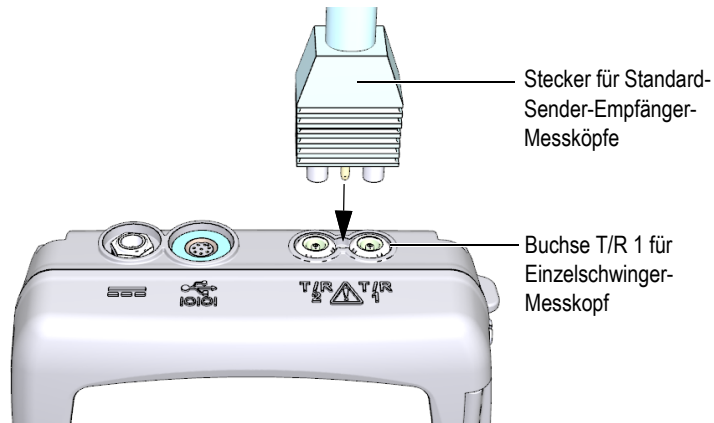

Abbildung 5-1 Verbindung mit dem Messkopf
1. Stecken Sie den Messkopfstecker in die Messkopfbuchse(n) oben am Gehäuse des 39DL PLUS ein (siehe Abbildung 5-1 auf Seite 82). Einzelschwinger-Messköpfe werden in die Buchse T/R 1 eingesteckt.